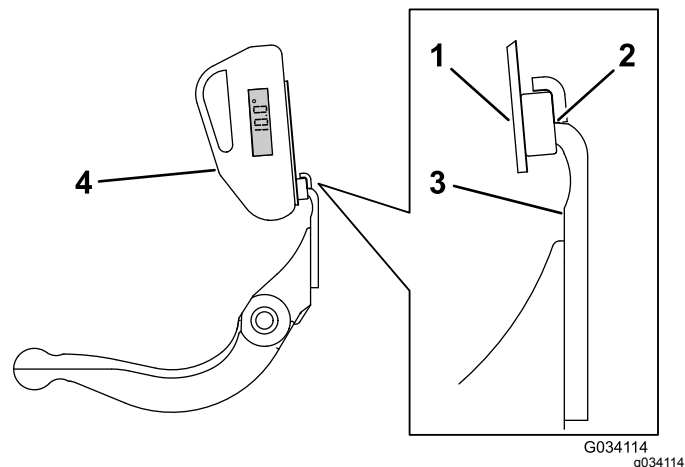

Figura 25
4. Posizionate il goniometro sul supporto, come illustrato nella Figura 25.
3. Posizionate il supporto del goniometro sul bordo della controlama, in modo che il bordo del magnete corrisponda a quello della controlama (Figura 25).